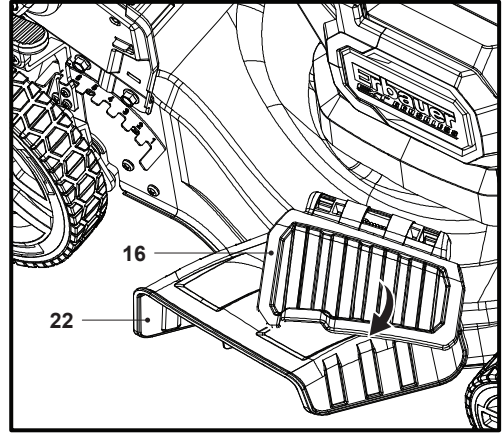

Fig. 17
4. Relâcher doucement le déflecteur latéral (16) (Fig. 17) ; le dispositif d'éjection latérale (22) est alors prêt à l'emploi.